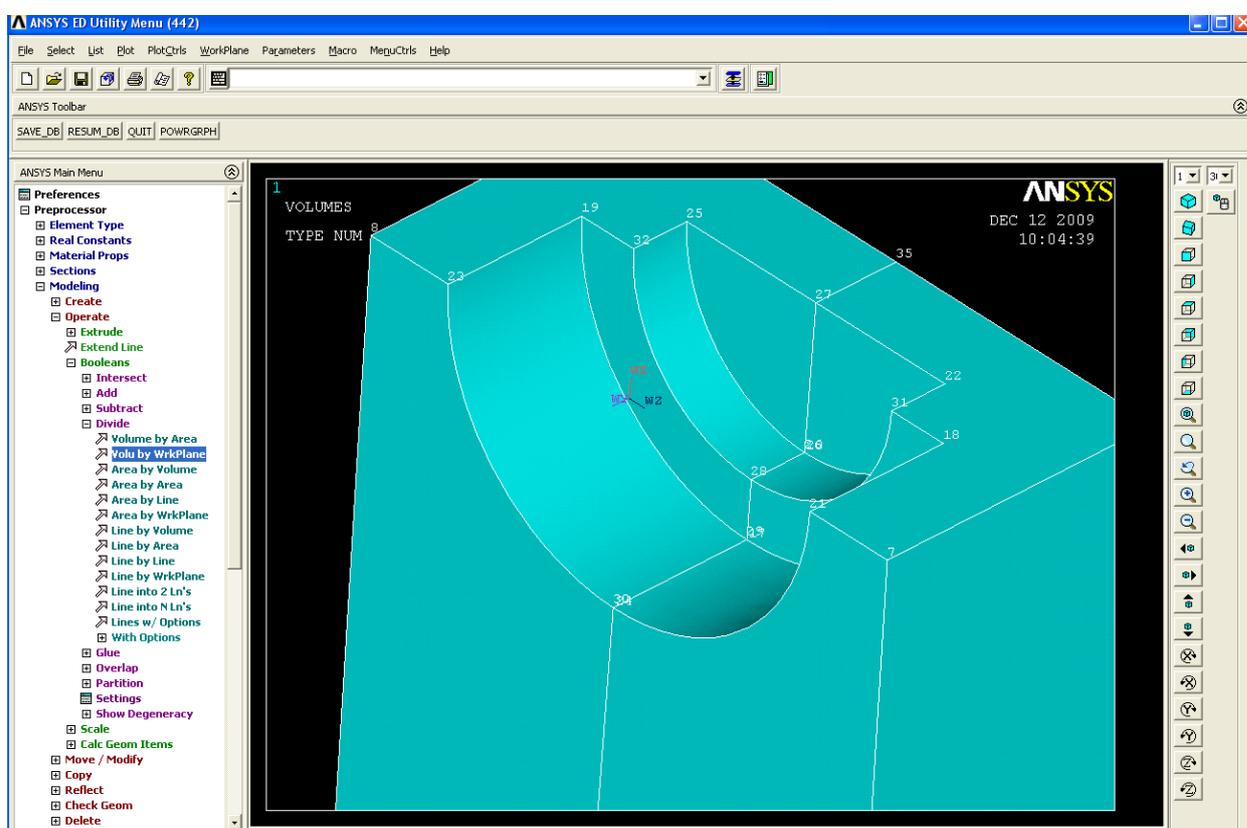

Рисунок 1.27 – Деление объекта рабочей плоскостью
2.27.4 Нажать ЛКМ «ОК»(рисунок 1.27).